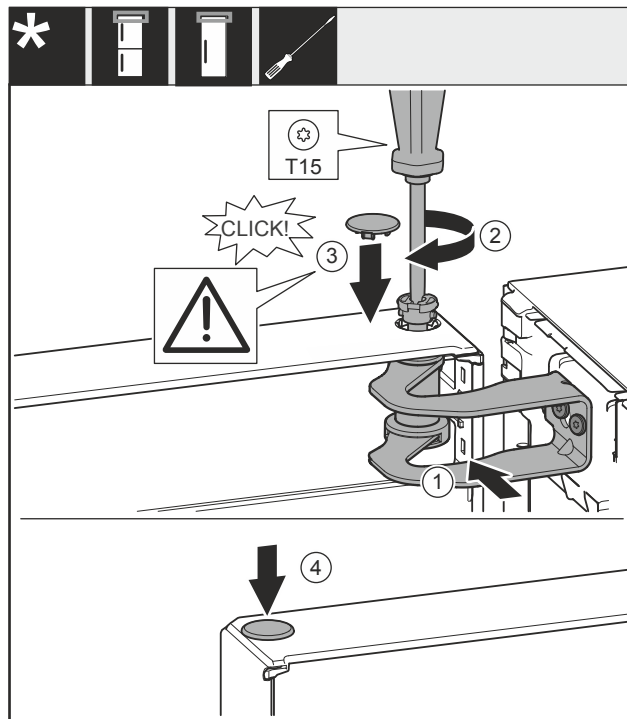

Fig. 24
- Dveře vyrovnejte s otvorem ve stojanu ložiska Fig. 24 (1).
- Vložte čep Fig. 24 (2) a pevně jej utáhněte šroubovákem.
- Nasad'te kryt Fig. 24 (3).
- Zkontrolujte, zda kryt Fig. 24 (3) doléhá na dveře.
- Nasad'te kryt Fig. 24 (4).